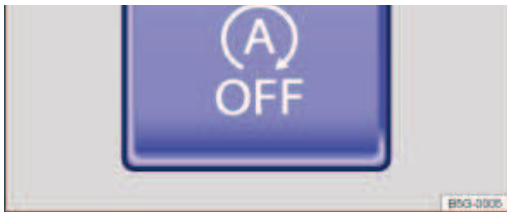

Fig. 114 Dans la partie inférieure de la console centrale : touche du dispositif start/stop de mise en veille
- Appuyez sur la touche  de la console centrale → Fig. 114 pour désactiver le système. Lorsque le dispositif start/stop de mise en veille est désactivé, le témoin de contrôle intégré à la touche s'allume.
- Appuyez de nouveau sur la touche  de la console centrale → Fig. 114 pour réactiver le système.